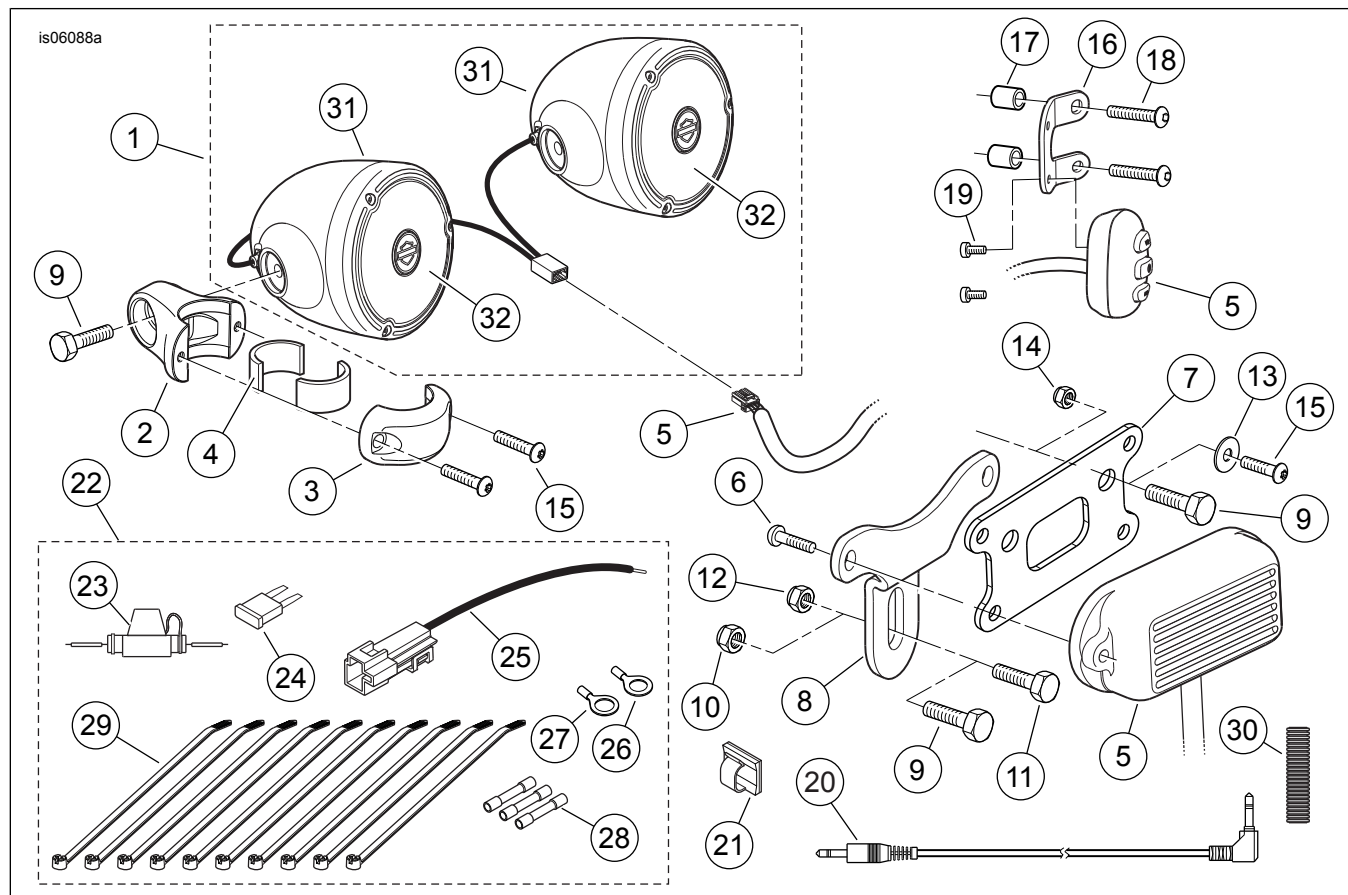

Figura 7. Parti di ricambio, kit altoparlante e amplificatore montati sul manubrio
2. Vedere Figura 7. Prendere da **QUESTO** kit il corredo dei componenti dell'impianto elettrico (22).
3. Prendere dal corredo dei componenti dell'impianto elettrico il portafusibili in linea (23) e un connettore blu a giunto di testa a tenuta (28).
13. Vedere Figura 7. Prendere un terminale ad anello dal corredo dei componenti dell'impianto elettrico.
- **Modelli Dyna Wide Glide:** usare il terminale (27) con diametro interno di 7,9 mm (5/16 in).
- **Tutti i modelli TRANNE i modelli Dyna Wide Glide:** usare il terminale (26) con diametro interno di 64 mm (1/4 in).
2. Avvolgere il filo in eccesso sotto il serbatoio del combustibile, all'interno della gondola o sotto il morsetto del manubrio, in un punto in cui non interferisca con il funzionamento dello sterzo. Inserire nel portafusibili in linea il fusibile da 5 A (24) sul filo rosso.
5. Vedere Figura 7. Il connettore da 3,5 mm del comando manuale può essere fissato al manubrio con fascette fermacavi o alla piastra superiore dello sterzo o alla gondola con un fermo rivestito di adesivo (21) preso dal kit. Se si usa il fermo: